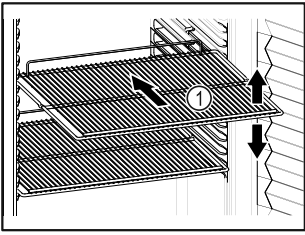

Fig. 50 Rezentare exemplificativă
- Dacă grătarele tip poliță Fig. 50 (1) pot fi mutate, adaptați-le în funcție de înălțime.